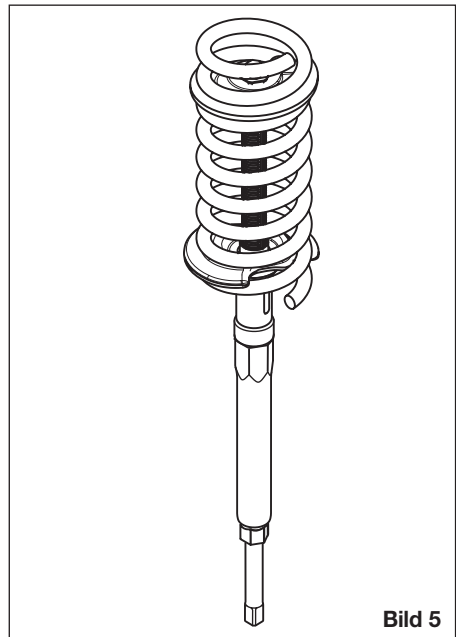

Bild 5
- Mit Hilfe des Rohrschlüssels ⑥ und der Umschaltknarre ⑧ den Antrieb betätigen **Bild 5**.
- Bei Lösen der Feder aus den Halterungen/ Gummiaufnahmen mit Hilfe des Rohrschlüssels ⑦ gegenhalten **Bild 5** um das Verdrehen/Mitdrehen zu verhindern.